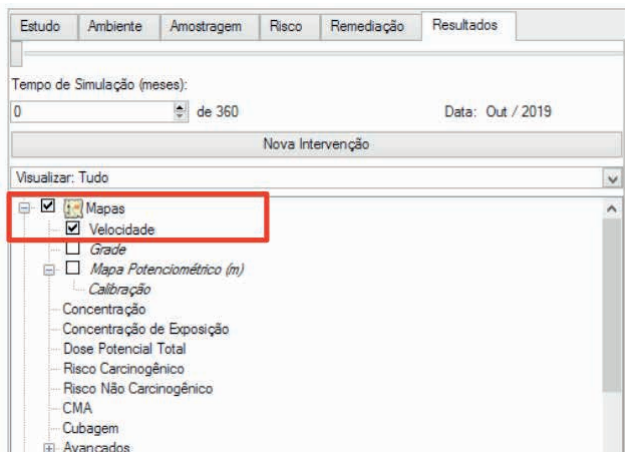
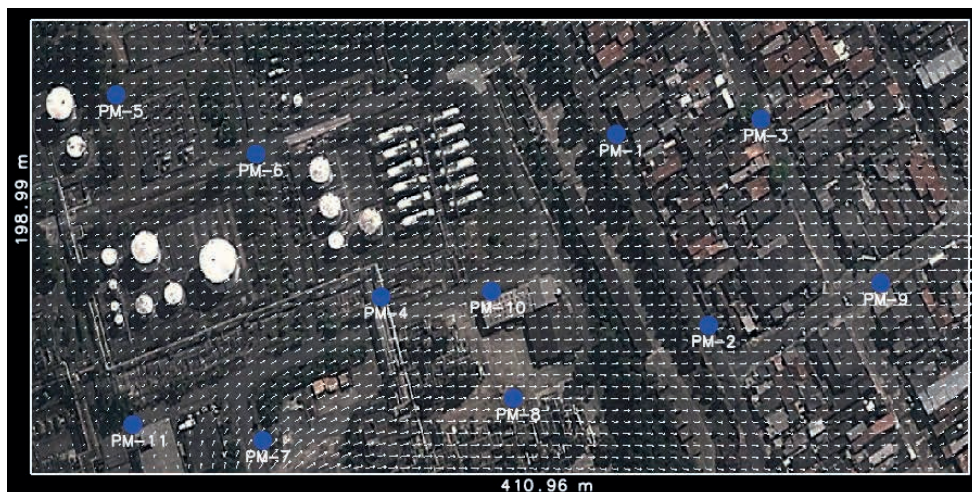

Figura 3.13 Localização do mapa de velocidades no módulo **Resultados**.
Figura 3.14 Mapa velocidade da água subterrânea gerada pelo SCBR.
- Mapa da Velocidade: Para ativar o mapa velocidade é necessário entrar no módulo resultados, como apresentado na Figura 3.13. O mapa velocidade apresentada os vetores velocidades em toda a área de interesse (Figura 3.14).